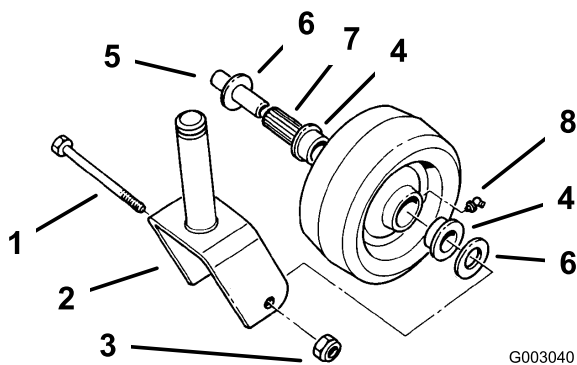

Figura 39
1. Retire la contratuerca y el perno que sujetan la rueda giratoria a la horquilla (Figura 39).
2. Retire un solo casquillo y tire del casquillo intermedio y del cojinete de rodillos para sacarlos del cubo de la rueda (Figura 39).
3. Retire el otro casquillo del cubo de la rueda y limpie la grasa y la suciedad del cubo de la rueda (Figura 39).
4. Inspeccione el cojinete de rodillos, los casquillos, el casquillo intermedio y el interior del cubo de la rueda para comprobar que no están desgastados. Cambie las piezas defectuosas o desgastadas (Figura 39).
5. Para montar el conjunto, coloque un casquillo en el cubo de la rueda. Engrase el cojinete de rodillos y el casquillo intermedio y deslícelos en el cubo de la rueda. Coloque el segundo casquillo en el cubo de la rueda (Figura 39).
6. Instale la rueda giratoria en la horquilla y fíjela con el perno y la contratuerca. Apriete la contratuerca hasta que el casquillo intermedio se apoye contra el interior de las horquillas de las ruedas giratorias (Figura 39).